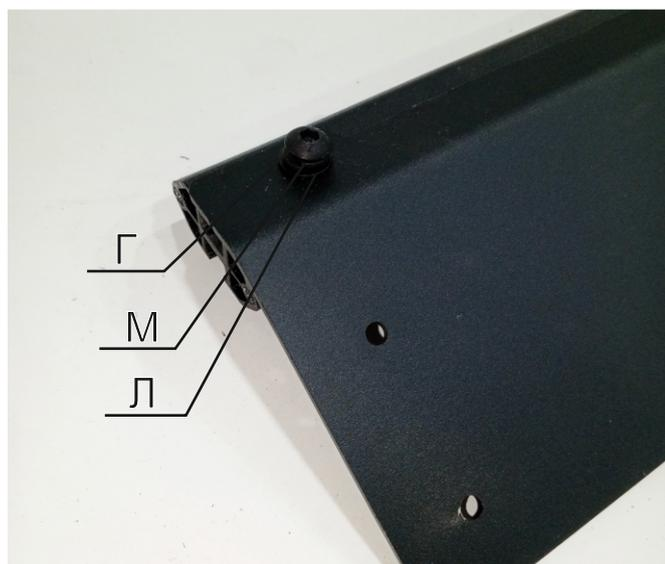

Рис.3
2. Закрепить дефлектор (поз.1) на профиле (поз.11), используя винты 8x16 (поз.Г), шайбы 8 (поз.Л) и шайбы 8 гровер (поз.М) как показано на рис.3.